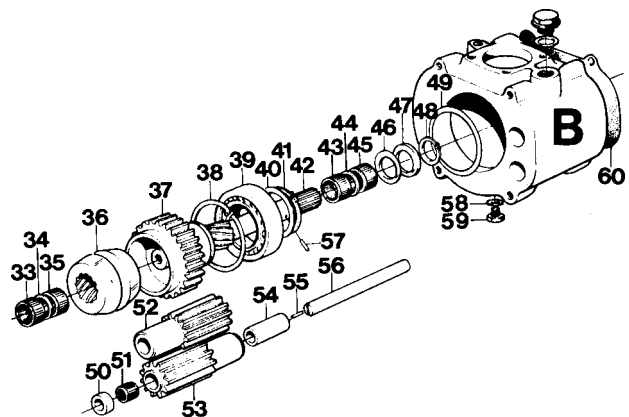

Fig. 5
7. Enlever les quatre vis (2) d'assemblage du carter intermédiaire avec le carter avant.
8. Débloquer la vis (10) et la desserrer de 2 à 3 tours.
9. Retourner l'inverseur et le poser sur la bride du carter avant. Retirer ensuite le circlips (41) et enlever la rondelle (40) s'il s'agit de l'inverseur MS (ou rondelles 46 et 47, fig. 5., s'il s'agit d'un inverseur MSB). Avec une pince retirer la goupille de positionnement (42) de l'arbre (36).
10. Frapper légèrement avec un maillet de caoutchouc sur le carter intermédiaire de manière à le détacher du carter avant. Déposer ensuite avec précaution le carter intermédiaire en le retirant verticalement vers le haut. Veiller à ce que les arbres (51) ne tombent pas hors du carter intermédiaire. Coller un petit bout de ruban adhésif aux extrémités des arbres afin de maintenir ces derniers en place. Récupérer les roulements à aiguilles (37 et 39) et la rondelle entretoise (38).
11. Déposer le manchon d'accouplement (31) de l'arbre. Vérifier les quatre éléments principaux qui ont été désassemblés : carter avant, carter intermédiaire, réducteur ou carter arrière et mécanisme de changement de marche. En cas d'incident de fonctionnement à l'inverseur, il faut désassembler complètement ce dernier pour vérification. En cas de défaut peu important, et quand il est possible de localiser ces incidents dans l'un de ces quatre éléments essentiels, il suffit de désassembler ce dernier (prière de se référer au titre correspondant)
1. Enlever les bouts de ruban adhésif et extraire les axes (56, fig. 5) des satellites (52 et 53). Sortir les roulements (51) et les douilles d'écartement (54) en les repoussant du doigt.
2. Vérifier tous les roulements, les bagues et les pignons du carter intermédiaire. Vérifier l'état de la garniture de frottement dans le pignon (37). Etant donné que ces garnitures ne sont pas livrées séparément à titre de pièces de rechange, il convient de remplacer le pignon en entier, c'est-à-dire avec garniture. S'il est nécessaire de remplacer les pignons (37, 52 et 53) ou le roulement (39), effectuer les opérations 4 à 8 ci-après. Etant donné que le roulement (39) est toujours soumis à de fortes tensions lors du démontage, il faut le jeter et le remplacer par une pièce neuve.
3. Remonter en place les axes de satellites (56), les douilles d'écartement (54), le roulement (51) et les bagues (50).
4. Enlever le circlips (41). REMARQUE : récupérer les cales (40).
5. Extraire le roulement (37) en se servant du mandrin 884263. Veiller à ce que les dents du pignon s'engagent bien dans les entredents des satellites.
6. Enlever le circlips (38).
7. Extraire le roulement (39) au moyen du mandrin 884168. REMARQUE : récupérer les cales (49).